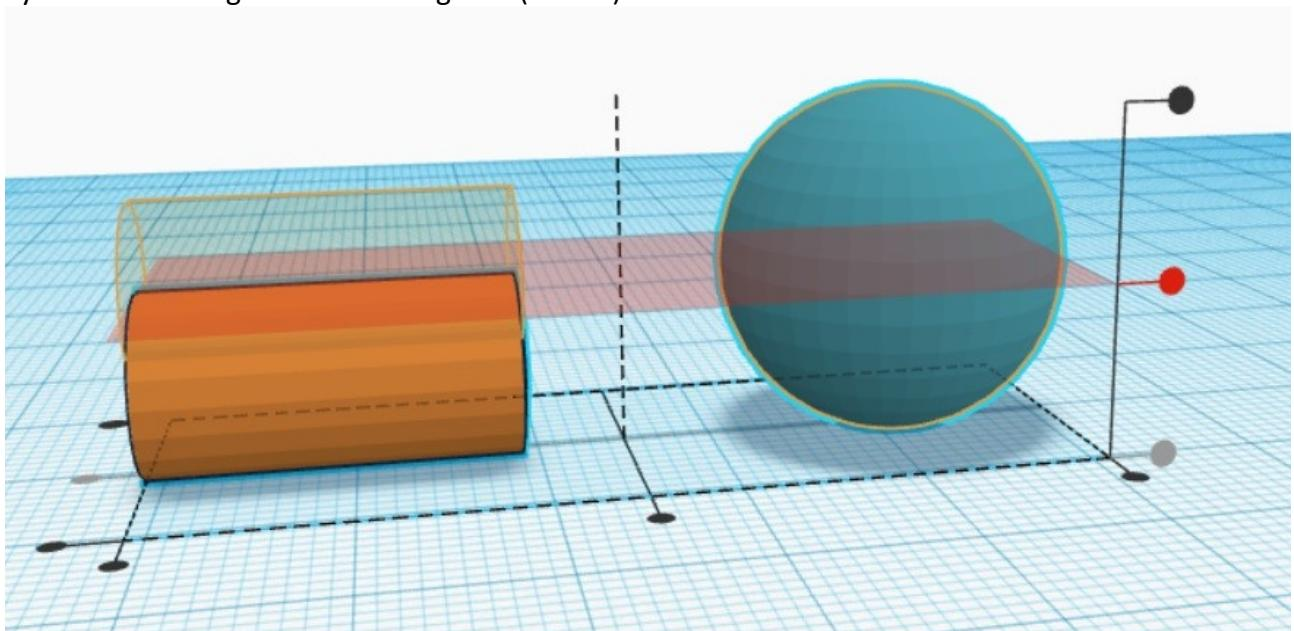

Abb. 5: Das Ausrichten der beiden Objekte
5. Zylinder und Kugel werden über Shift + Linksklick beide markiert. In der Leiste oben rechts wird nun die Funktion „Ausrichten“ angewählt. Die beiden Objekte werden so ausgerichtet, dass der Zylinder auf mittiger Höhe der Kugel ist (Abb. 5).